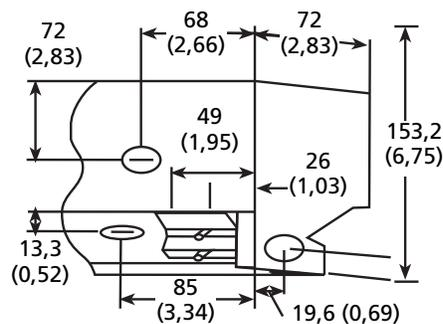

Figure 4 – Dimensions du compartiment de câblage – mm (po)
Pour obtenir le fonctionnement le plus efficace, placer la plinthe chauffante le long d'un mur extérieur, sous les fenêtres. Placer la plinthe chauffante de manière à la fixer sur un montant du mur. Le câble d'alimentation électrique doit entrer dans la plinthe chauffante par une des alvéoles défonçables du compartiment de câblage. Voir la Figure 4.
5. Desserrer la vis du collier de serrage intégré ou enlever les alvéoles défonçables du compartiment de câblage de la plinthe chauffante Figures 4 et 5). Installer le câblage d'alimentation dans le compartiment de câblage en prévoyant 152 mm (6 po)